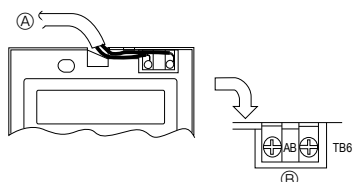

Fig. 6-4
2) Tilslutningsprocedurer (Fig. 6-4)
① Tilslut fjernbetjeningens kabel til klemmerækken.